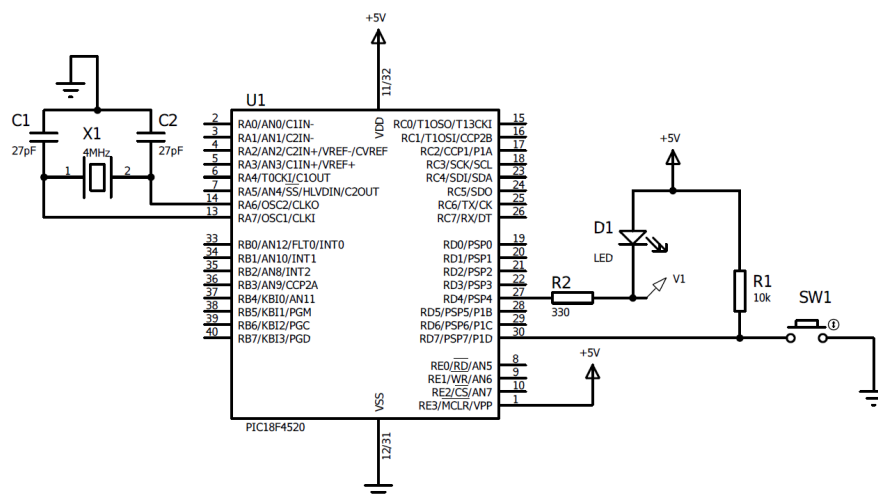

Figura 4.7: Circuito esquemático da prática 01.
- **Passo 02:** Analise o esquemático apresentado na Figura 4.7 e faça uma comparação com a pinagem da placa UFC PICLAB-4520. Monte o circuito (se necessário) ou faça as modificações necessárias.
- **Passo 03:** Escreva o código disponível em (<https://abre.ai/nUWH>) no arquivo criado na etapa anterior. Faça as considerações e observações necessárias. Após a criação, compile o projeto clicando no ícone do martelo, conforme ilustrado na Figura 4.7 ou utilize o atalho F11. Caso o código seja compilado sem erro, irá aparecer a seguinte mensagem no Output: **BUILD SUCCESSFUL (total time: 1s)**.
6. Quais as diferenças entre a montagem do circuito representado na Figura 4.7 e o circuito utilizado na própria placa? Quais alterações foram necessárias realizar no código? Porquê?